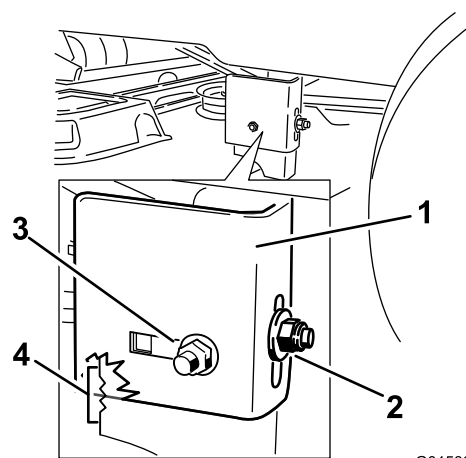

Figura 62
- Afije la tuerca de bloqueo trasera de la pletina de suspensión (Figura 62).
- Afije la tuerca de bloqueo lateral de la pletina de suspensión lo suficiente para permitir ajustar la barra (Figura 62). Utilice las muescas del soporte soldado
11. Cuando la carcasa esté en la posición deseada, apriete la tuerca de bloqueo lateral de la pletina de suspensión para fijar la posición nueva (Figura 62). Apriete la tuerca de bloqueo trasera de la pletina de suspensión.